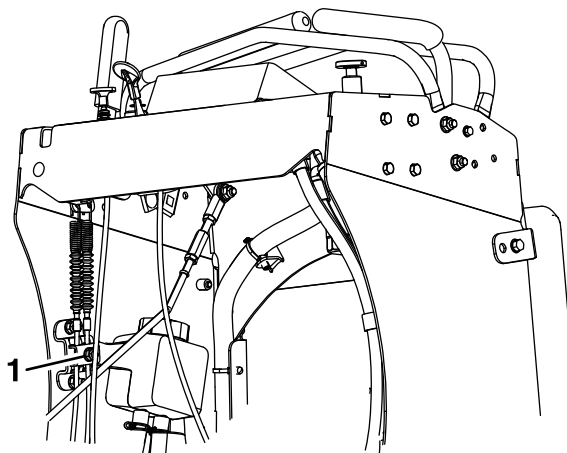

Figure 49
4. Desserrez le collier des câbles de frein sous la console (Figure 49).